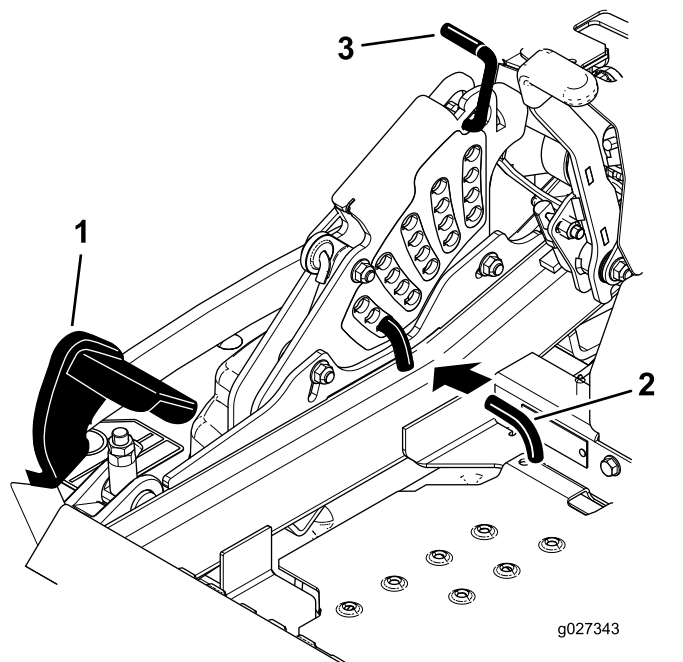

Figura 31
2. Pise el pedal de elevación de la carcasa y eleve la carcasa a la posición de transporte (que es también la posición de altura de corte de 140 mm [5½"])] como se muestra en **Figura 31**.
3. Para ajustar la altura de corte, gire el pasador 90 grados y retire el pasador del soporte de altura de corte (**Figura 31**).
4. Seleccione el taladro del soporte de altura de corte que corresponde a la altura de corte deseada, e inserte el pasador (**Figura 31**).